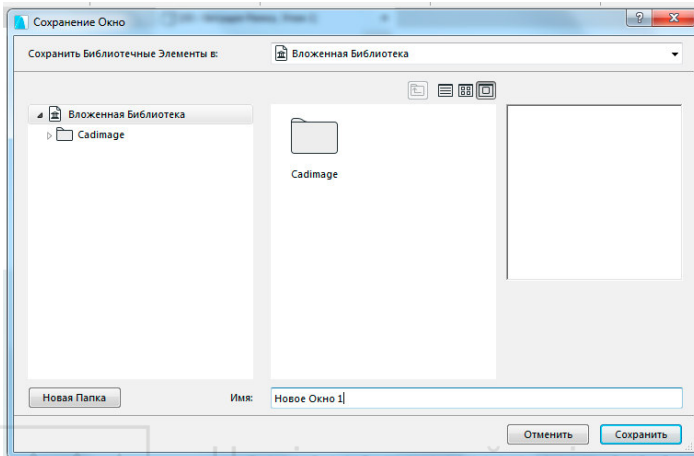

Рис. 23
8. І зберігаємо наше вікно в Бібліотеку ArchiCAD або у вибрану нами папку (рис. 23).